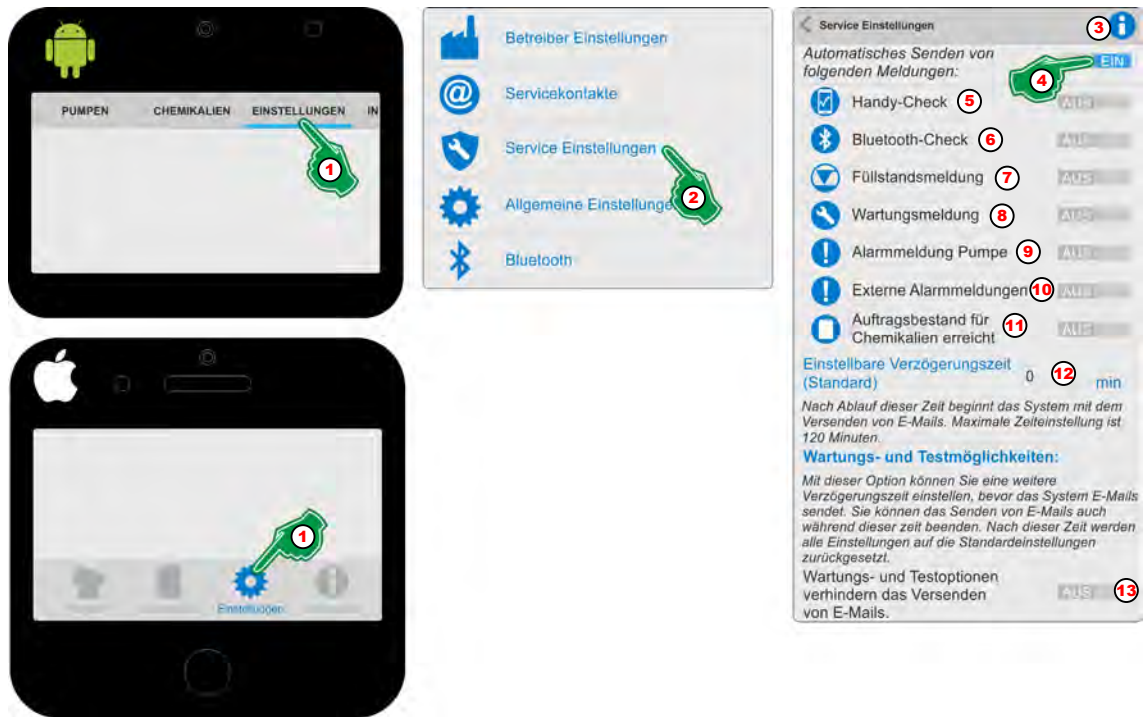

Abb. 5: Übersicht „Service Einstellungen“
Mit Einschalten dieser Funktion (Abb. 5, Pos. 4) wird das automatische Abrufen aller nachfolgend aufgeführten Optionen aktiviert.
Das Zeitintervall des automatischen Abrufs (Abb. 5, Pos. 12) wird mit Ausnahme der Option Handy-Check (Abb. 5, Pos. 5), unterhalb der Optionen gesetzt. Die Funktion Handy Check (Abb. 5, Pos. 5) hat einen eigens einstellbaren Zeitintervall (siehe „„Handy-Check“ “ auf Seite 20).
1. ➔ [Einstellungen] (Abb. 5, Pos. 1) auswählen.
2. ➔ [Service Einstellungen] (Abb. 5, Pos. 2) auswählen.
3. ➔ Durch Auswahl des [Info] (Abb. 5, Pos. 3) Symbols erscheint:
4. ➔ „Automatisches Senden von folgenden Meldungen“ (Abb. 5, Pos. 4) einschalten.
5. ➔ Verzögerungszeit (Abb. 5, Pos. 12), ab wann eine Nachricht nach einem Systemereignis versendet wird einstellen (0 min = sofort)
6. ➔ Um das Versenden von Emails während Wartungsarbeiten oder Systemtests zu verhindern, den Schalter (Abb. 5, Pos. 13) auf **EIN** Schalten.